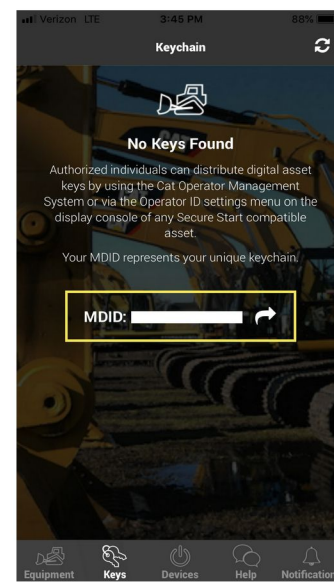

Ilustración 181
8. Acceda a la pestaña “Keys (Claves)” . Las claves son necesarias para conectarse a los vehículos. Si no se introducen las claves, se mostrará la pantalla de la ilustración 181 . El MDID es necesario para asignar las claves a la cuenta de usuario. El MDID de los dispositivos de IOS se vincula a la cuenta de usuario.